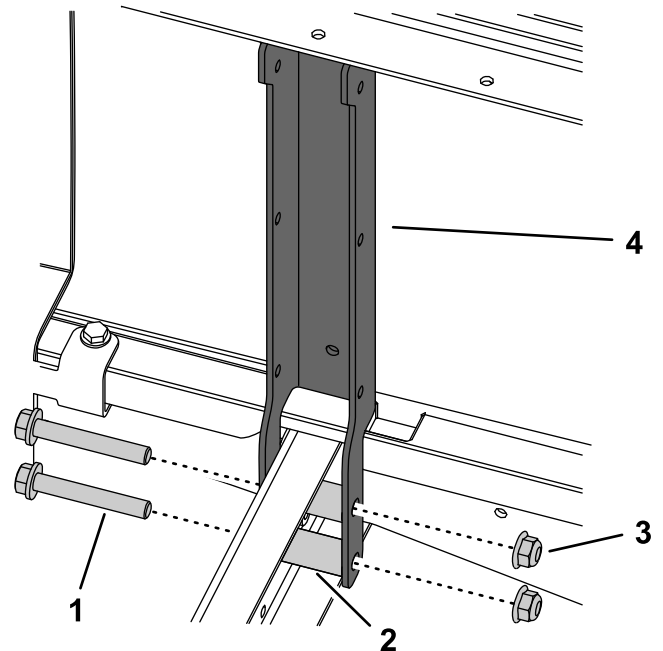

图5
6. 从两个后座椅支架通道中卸下 2 个螺栓3/8 x 2-1/2 英寸、2 个螺母3/8 英寸和 2 个隔片图5。卸下通道。